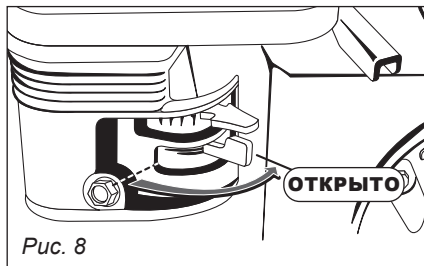

Рис. 8
2. Откройте топливный кран (рис. 8).